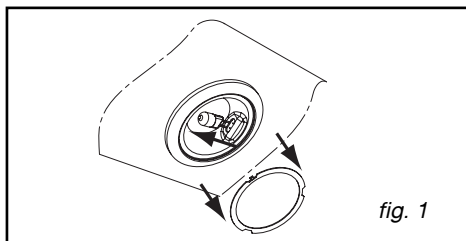

fig. 1
- Retire o vigia de iluminação (fig.1).